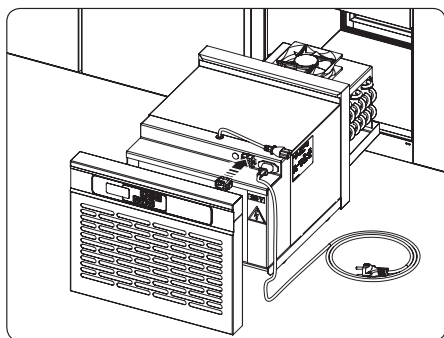

Fig. 4. Aansluiting werkbank en paneel
4. Koppel de aansluiting van de controller van de werkbank los van de aansluiting op het paneel (fig. 4);